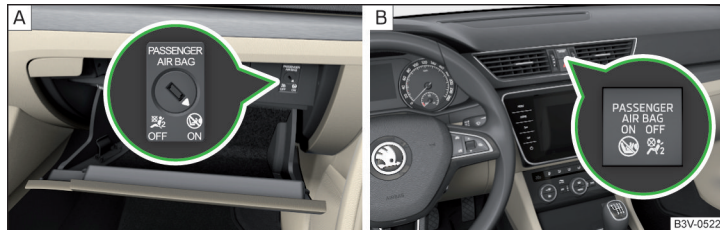

Abb. 22 Schlüsselschalter für Beifahrer-Frontairbag / Kontrollleuchte für Beifahrer-Frontairbag
Der Beifahrer-Frontairbag kann mit dem Schlüsselschalter abgeschaltet werden » Abb. 22 auf Seite 28 - A.
Stellungen des Schlüsselschalters » Abb. 22 - [A]
**OFF** Der Beifahrer-Frontairbag ist abgeschaltet - nach dem Einschalten der Zündung leuchtet die Kontrollleuchte **OFF** ; » Abb. 22 - [B]